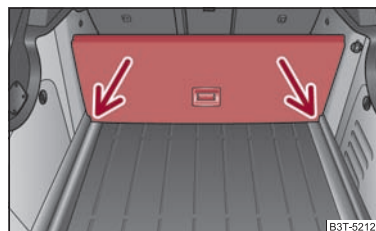

Fig. 86 Maletero: Dividir el maletero con piso de carga variable
- Levantar la parte con fijación tirando de la empuñadura y asegúrelo introduciéndolo en las ranuras ⇒ fig. 86. ■